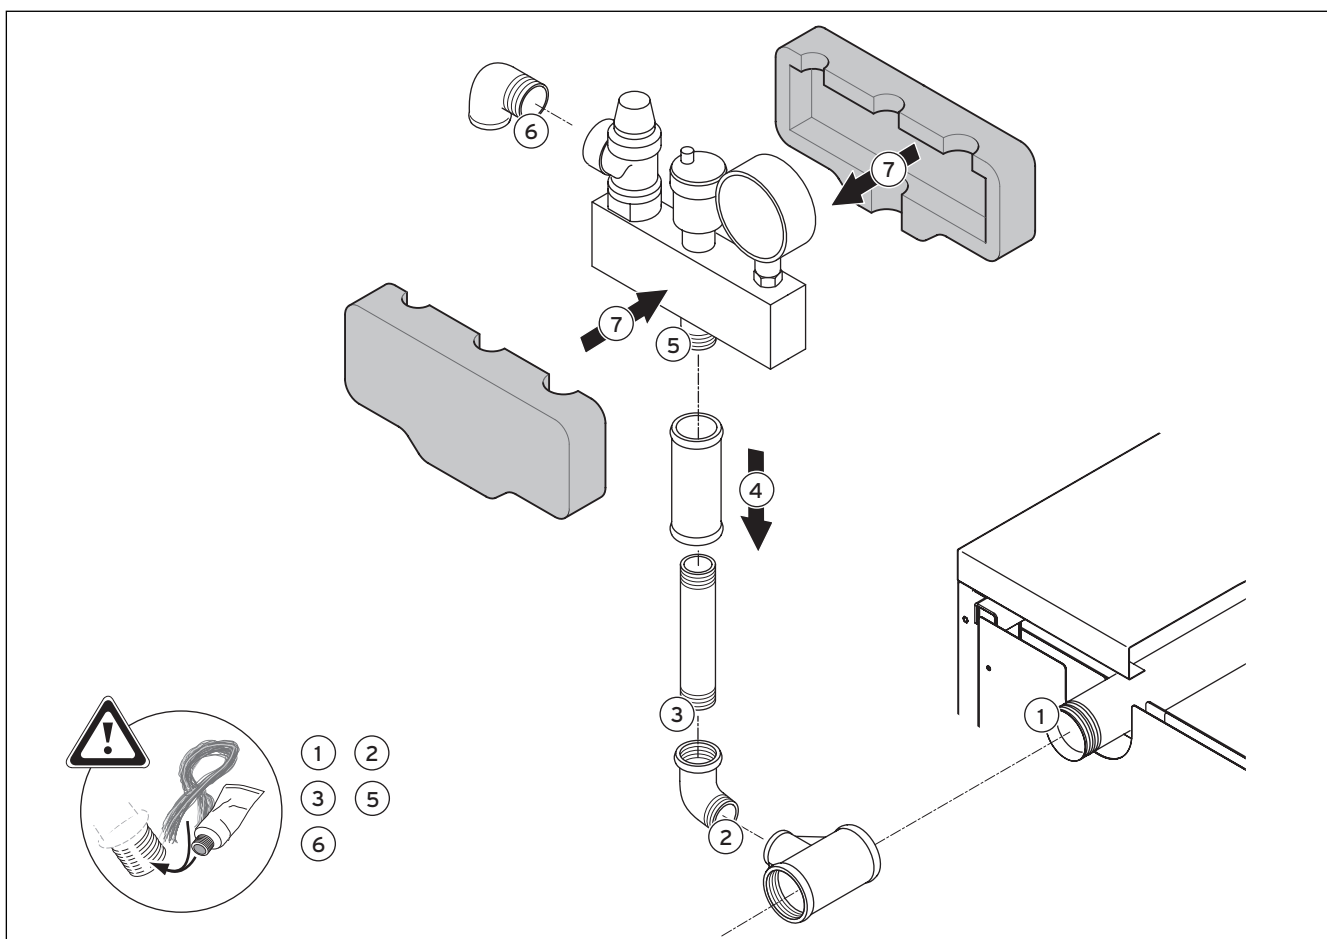

Fig. 4.1 Montering af sikkerhedsgruppe
- Montér kedel-sikkerhedsgruppen som vist i fig. 4.1.